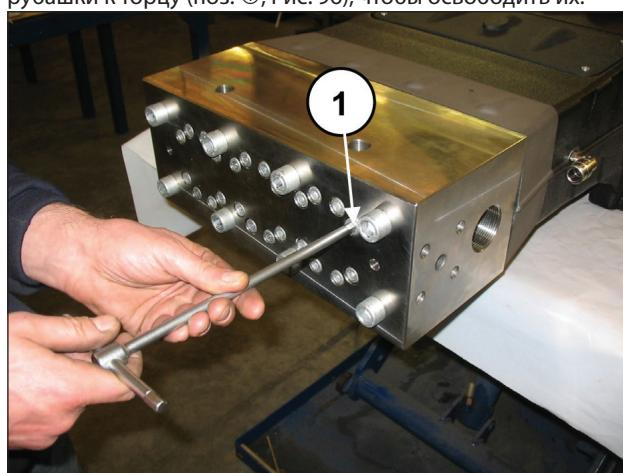
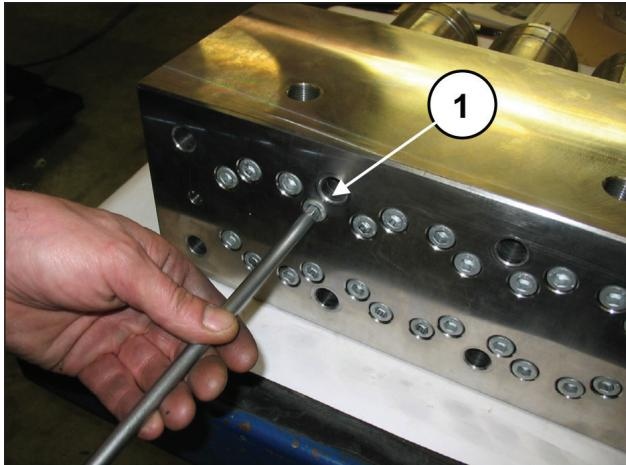
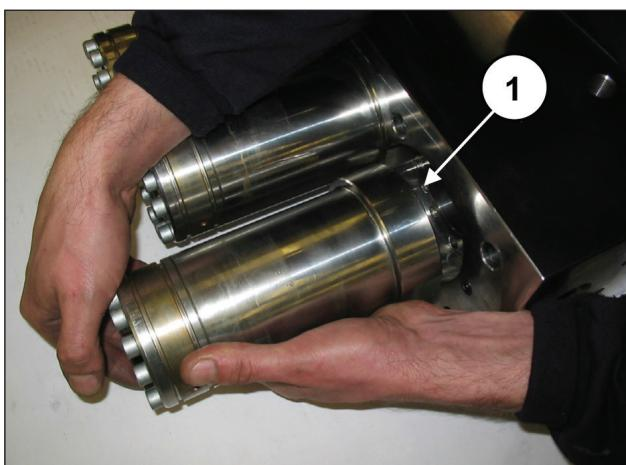
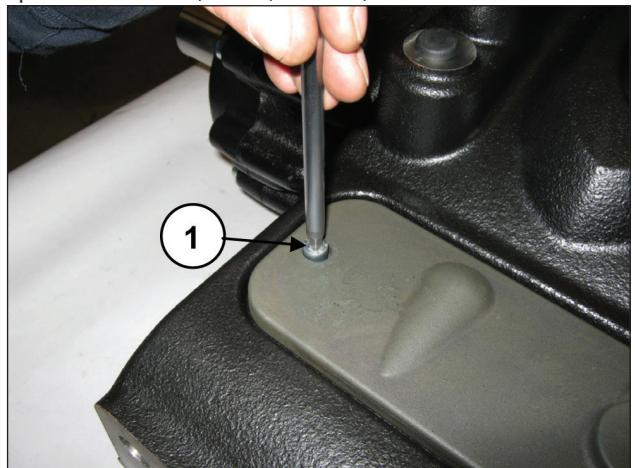

Рис. 96
Рис. 101
Рис. 102
Рис. 109
Ослабьте (не снимая) винты M10x140, которые крепят рубашки к торцу (поз. ①, Рис. 96), чтобы освободить их.
Снимите винты M10x140, которые крепят рубашки к торцу (поз. ①, Рис. 101), и извлеките узлы рубашек (поз. ①, Рис. 102).
Отсоедините торец и отделительную панель рубашек от картера насоса, как указано в п. 2.2.1 (с Рис. 96 по Рис. 102). Снимите верхнюю смотровую крышку, открутив 2 крепежных винта (поз. ①, Рис. 109).